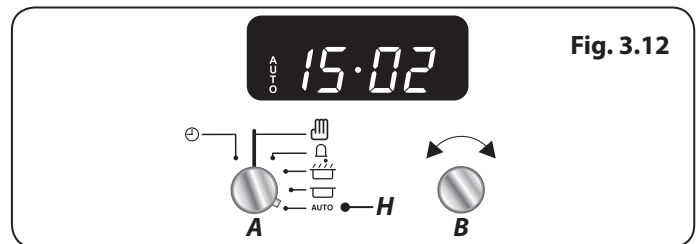

Fig. 3.12
5. Tournez le bouton du Programmeur (A) sur la position Auto (H) (**Fig. 3.12**). Si l'écran affiche l'heure en cours et AUTO, cela indique qu'une programmation a été définie (heure d'allumage et heure d'extinction).